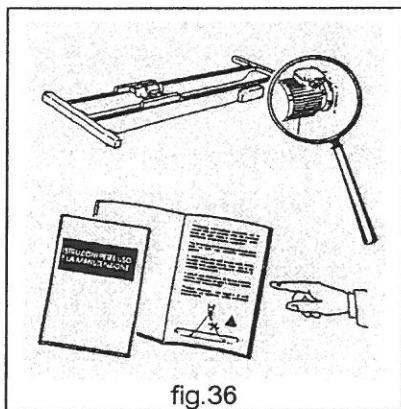

fig.36
- **SEMPRE** seguire le indicazioni e le istruzioni riportate nei manuali d'uso e verificare l'integrità dei componenti e delle parti della gru (fig.36).